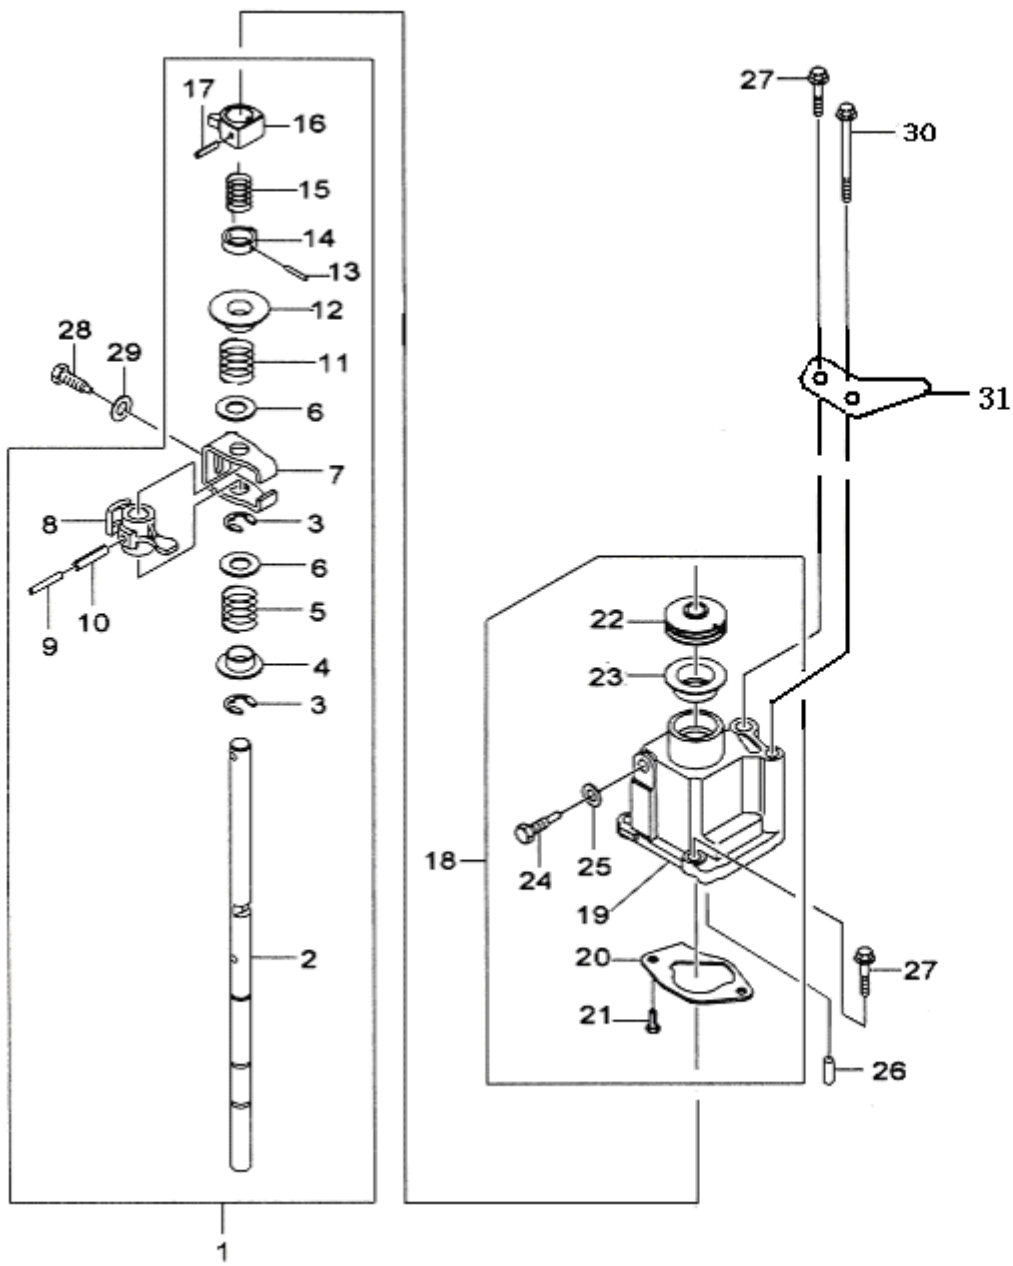

图 6 换档操纵机构总成
4.1.2 拆下换档选择轴导箱连接螺栓、换档限位螺栓即可拆下换档操纵机构总成（图 6）；